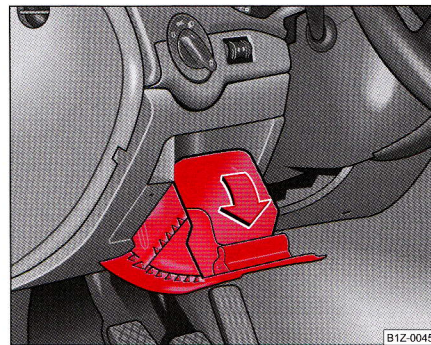

Fig. 100 Tabloul de
- Compartimentul se deschide prin ridicarea mânerului și rabatarea în sensul săgeții ⇒ fig. 100.